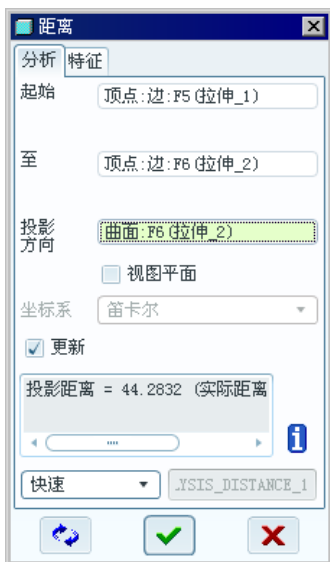

图 8.1.9 “距离”对话框
Step10. 测量点与点间的投影距离，投影参照为平面。在图 8.1.9 所示的“距离”对话框中打开[分析]选项卡，进行下列操作：
(4) 在图 8.1.9 所示的[分析]选项卡的结果区域中，可查看测量的结果。